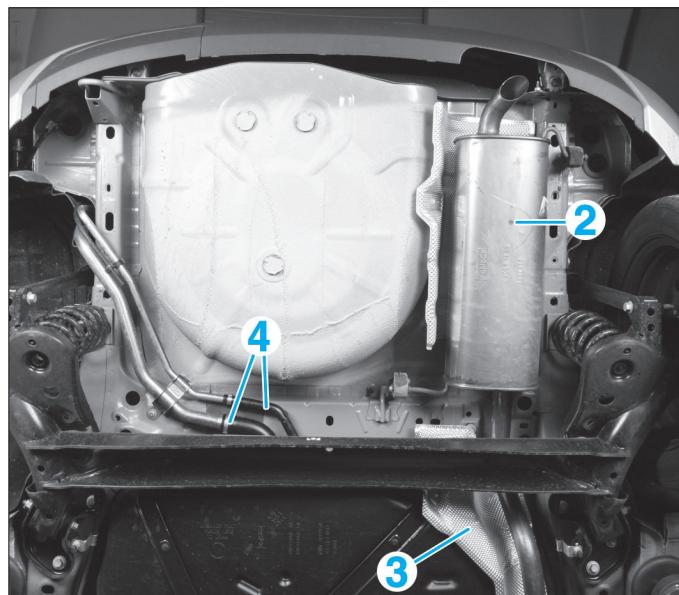

Fig. 30
- Reposer le fusible (1).
- Dégager le silencieux arrière d'échappement (2) de ses silentblochs (Fig.30).
- Déposer l'écran thermique (3).